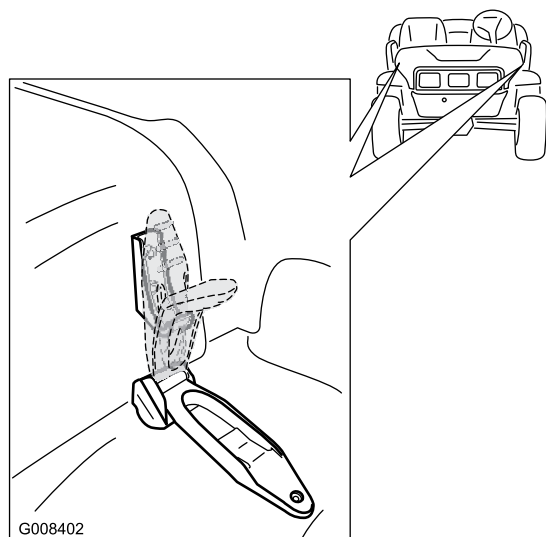

図 26
1. フードの両側についているゴム製ラッチのハンドルを上げる (図 26)。
2. フードの両側で、ラッチとラッチアンカーをそろえてラッチを掛ける (図 26)。